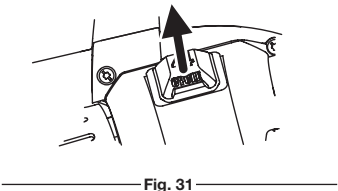

Fig. 31
2. Ouvrez le couvercle de la bougie (Fig. 31).